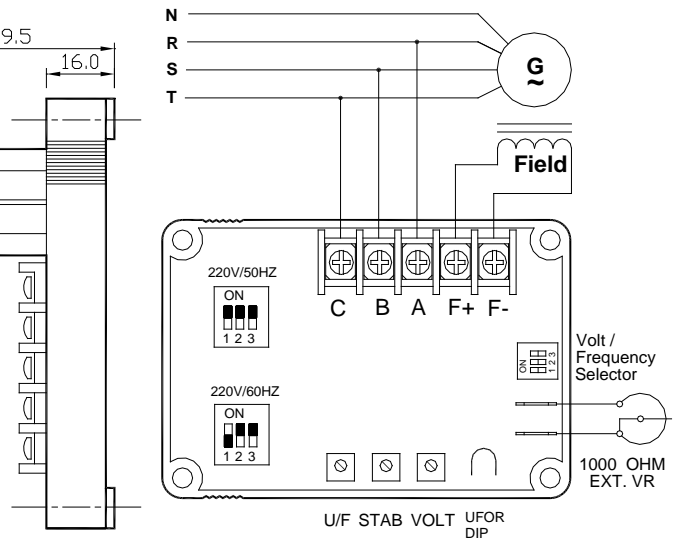
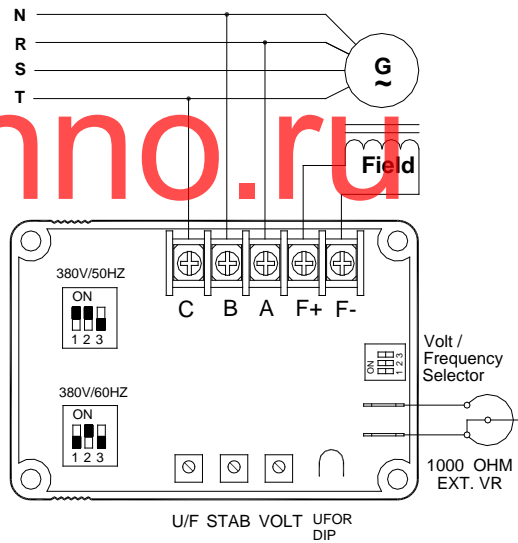
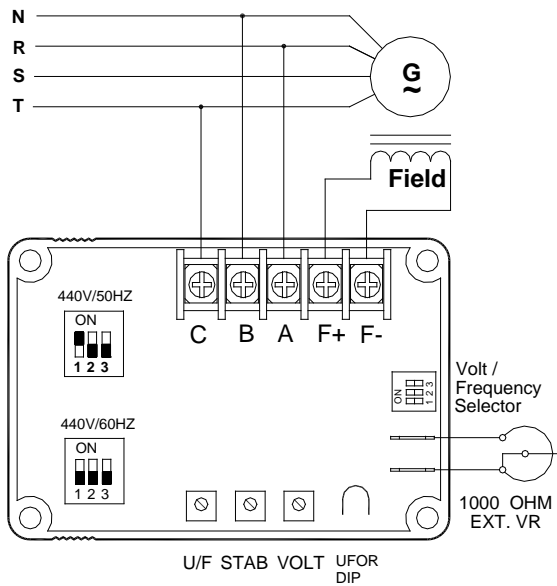

Рис. 2
Рис. 4
Рис. 5
2. При номинальном фазном напряжении генератора 380В, 440В, входные клеммы В, С и клеммы А, С подключаются отдельно (как показано на Рис. 4 или Рис. 5). Напряжение между В и С не должно превышать 300 В переменного тока.
Проблемы в соединениях В, С, F+, F-	Обратитесь к Рис. 2 ~ Рис. 5